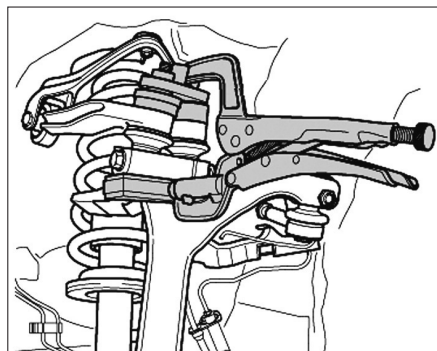

Fig. 9
- Pour la repose des fixations des deux bras de suspension supérieurs, utiliser par exemple, une pince-étau (Fig.9) afin de les maintenir en position (insérées au maximum dans le pivot) lors de la mise en place de la vis de fixation.